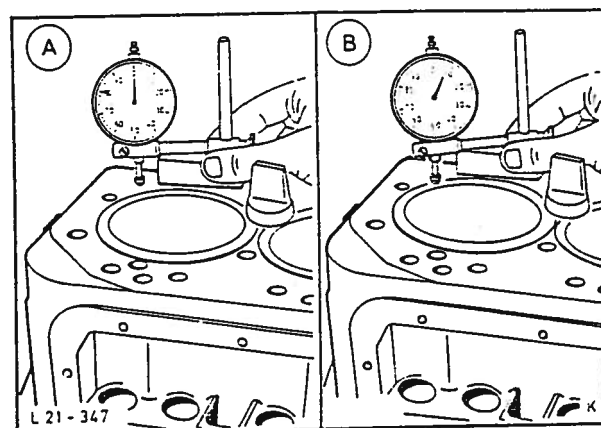

Fig. 90 Kontroller foringens førespring med et måleur.
4. Kontroller foringens førespring i forhold til motorblokkens pakningsflate ved bruk av et måleur, fig. 90 (se tekniske data). Demonter deretter spennskruen 21-088 og ta ut sylindervingen.